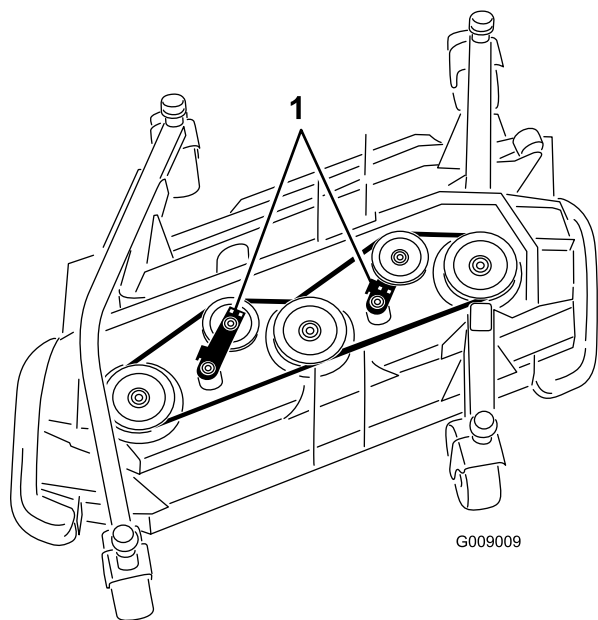

Figure 84
5. À l'aide d'une clé à cliquet ou d'un outil similaire, éloignez les poulies de tension de la courroie d'entraînement pour détendre cette dernière et pouvoir la déchausser des poulies (Figure 84).